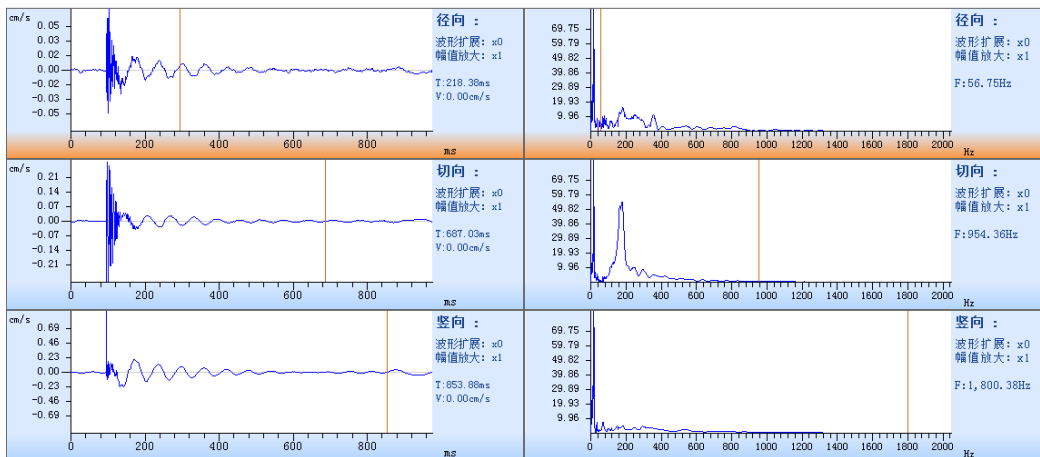

图 3-10 时频曲线界面
②多通道：打开分析软件默认为3通道波形显示界面，在单通道界面，双击可进入多通道界面。
③时域曲线：显示坐标轴为时间的波形曲线。
④频域曲线：显示频谱图。
⑤时频曲线：时域和频域曲线同时显示，如图3-10所示。